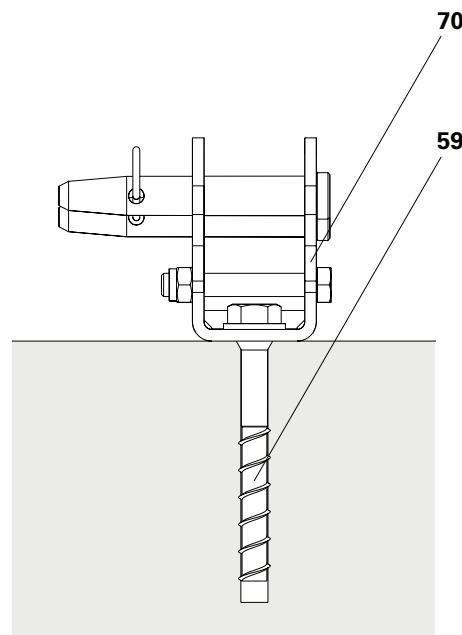

Fig. B1.01a
2. Fissare la piastra di base per RS-3 (70) a terra con viti di ancoraggio PERI (59). (Fig. B1.01a)